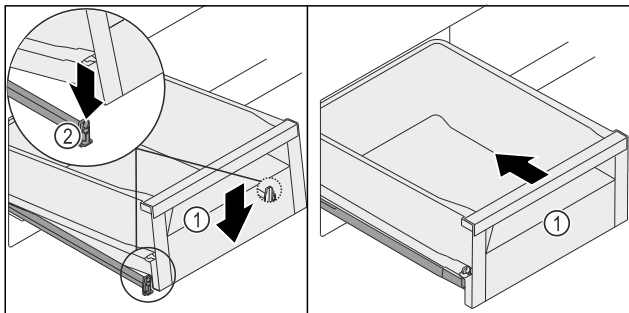

Fig. 139
- ▶ Spustite ladicu Fig. 139 (1) sprijeda tako da ladica lijevo i desno uklizne u stezaljku Fig. 139 (2).
- ▶ Ladicu Fig. 139 (1) se čujno uglavljuje.
- ▶ Ugurajte ladicu Fig. 139 (1).